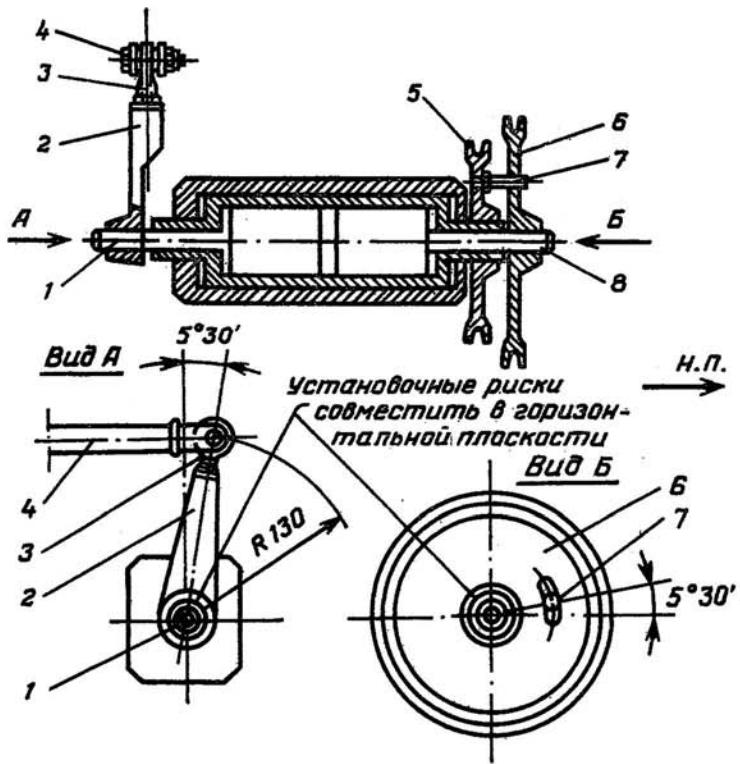

Рис. 2.19. Схема регулировки нейтрального положения крана РГ-8/А:
34. Поставьте рукоятку штурвала нейтрально.	Стойка шасси должна занять нейтральное положение. Пружинная тяга 4 (см. рис. 2.19) не должна иметь обжатия.